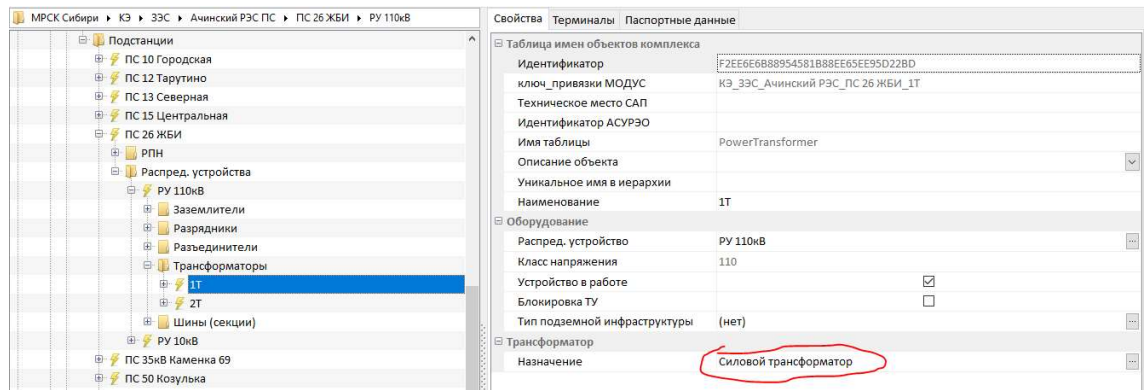
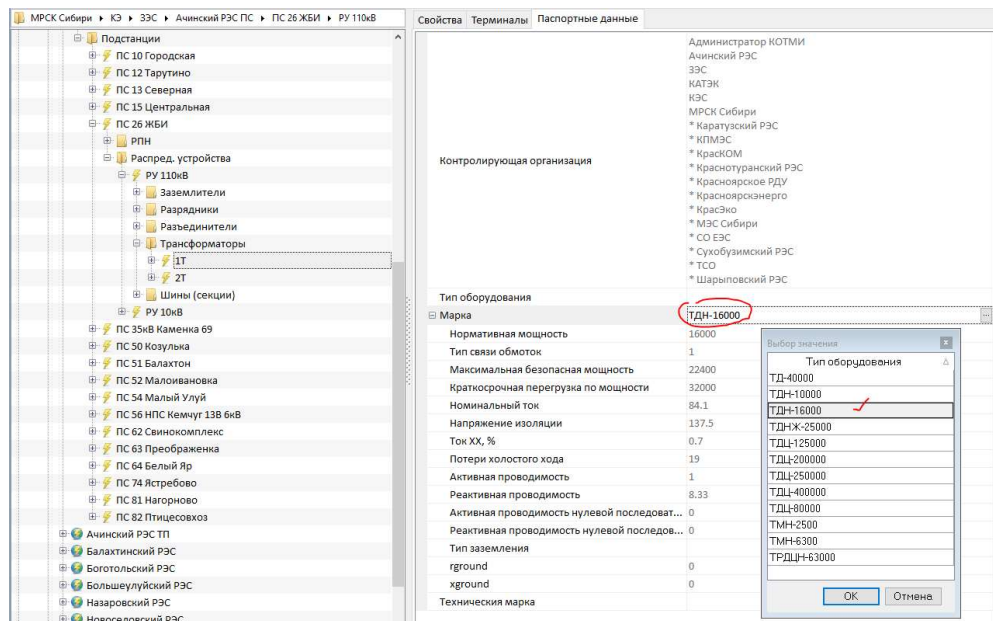

Рисунок 3.8 – Задание назначения трансформатора
Рисунок 3.9 – Задание марки трансформатора
- Задать назначение (Рисунок 3.8), марки трансформаторов (Рисунок 3.9) и правильно завести все обмотки по классам напряжения. Допускается задание обмоток низших классов напряжения, не присоединенных к оборудованию.